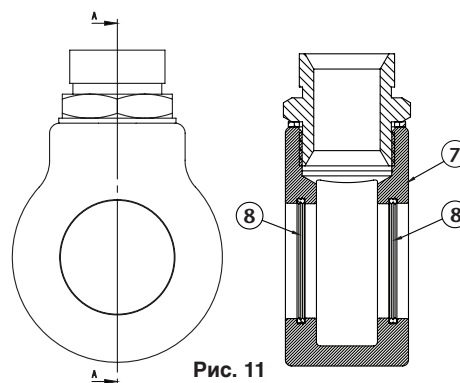

Рис. 11
3. Открутить винты (4) и боковую крышку (5), а также распорную трубку (6) (рис.11).